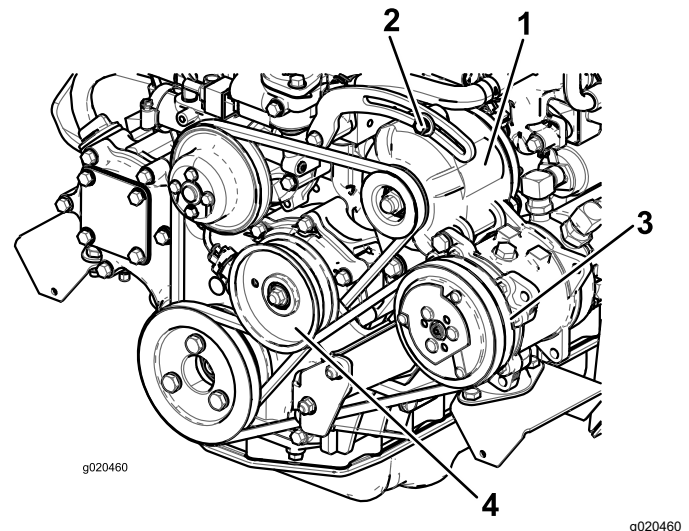

Bild 114
Lockern Sie bei einer Durchbiegung von mehr oder weniger als 10 mm die Befestigungsschrauben der Lichtmaschine (Bild 114).
Prüfen Sie den Zustand und die Spannung des Riemens (Bild 114) alle 100 Betriebsstunden.
2. Lockern Sie bei einer Durchbiegung von mehr oder weniger als 10 mm die Befestigungsschraube der Spannscheibe (Bild 114). Erhöhen oder reduzieren Sie die Spannung der Kompressor-Riemenspannung und ziehen Sie die Schraube fest. Prüfen Sie die Riemenspannung noch einmal auf korrekte Einstellung.